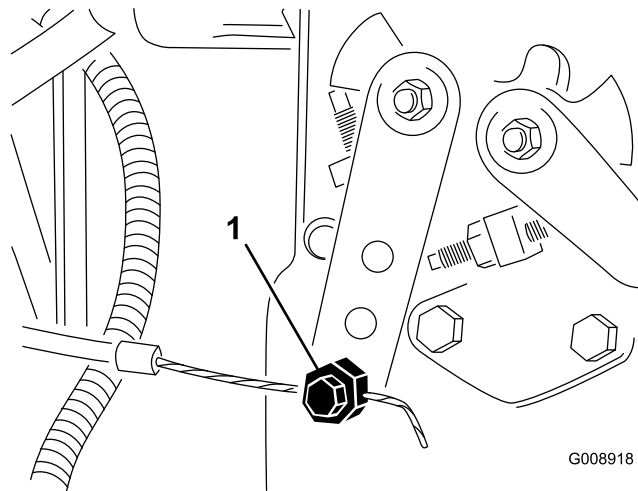

図 71
2. 噴射ポンプのレバー・アーム（図 71）の部分にあるスロットル・ケーブルのコネクタをゆるめる。